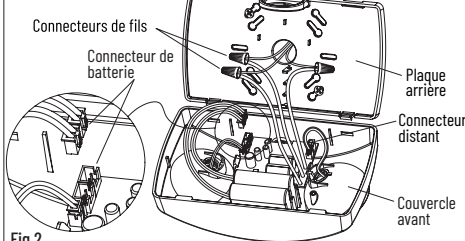

Fig 2
Montage mural avec alimentation à l'arrière (voir Fig. 2):
7. Connectez le connecteur de la batterie (voir Fig. 2).
Raccordement des têtes à distance (voir Fig. 2):